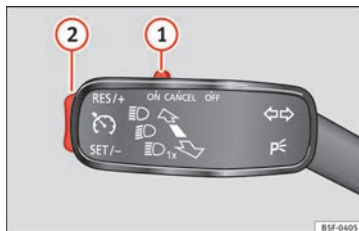

Bild 187 Spak för blinkers och helljus: farthållarknappar
- Flytta reglage ① » » bild 187 till läget ON .
- Tryck kort vippbrytaren ② till SET -läge när du har nått önskad hastighet.
- Tryck vippbrytaren ② » » bild 187 » » sidan 172 till RES.
- Den inställda hastigheten kan **sänkas** om reglage ② » bild 187 » sidan 172 trycks till **SET**.
- Om knappen släpps vid en hastighet lägre än 30 km/h ställs ingen hastighet in och minnet raderas. Bilen måste köras med en hastighet över 30 km/h och reglage ② måste åter tryckas till **SET** för att den ska ställas in.
Farthållare **stängs av tillfälligt** om reglage ① » bild 187 » sidan 172 trycks till **CANCEL** eller genom att broms- eller kopplingspedalen trycks ned.
- Flytta reglage ① » bild 187 » sidan 172 till **OFF**.